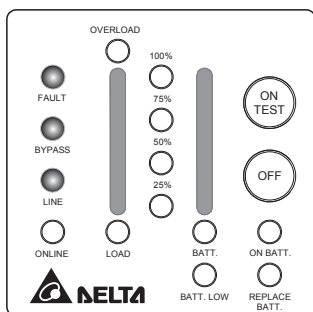

Рис. 6-1. (Fault)
2. Для облегчения диагностики загораются дополнительные индикаторы уровня – см. таблицу (см. рис. 6-1).